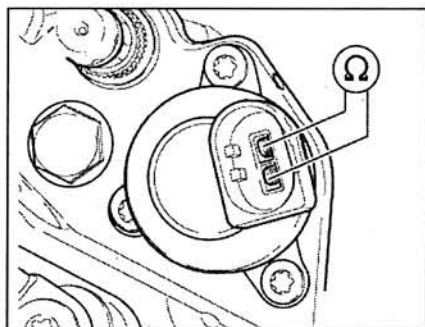

Рис. 3.64. Измерьте сопротивление между контактами клапана регулировки давления.
2. Измерьте сопротивление между контактами клапана (рис. 3.64). **Заданное значение:** 2.6-2.9 Ом. Значение сопротивления определяется при температуре 20 °С. При изменении температуры изменяется и сопротивление.